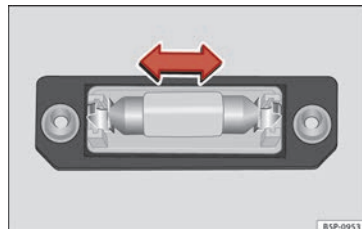

Bild 108 Byta glödlampen
- Ta bort glödlampen genom att föra den i pilens riktning och utåt » **bild 108**.